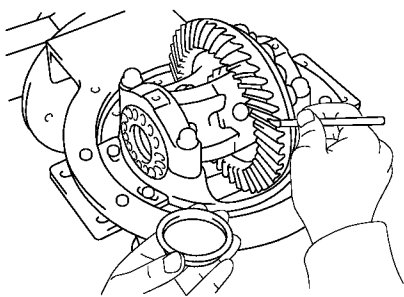

图 14-146 用红丹分别涂敷 3 或 4 个齿
1) 在齿圈的三个不同位置上用红丹分别涂敷 3 或 4 个齿, 如图 14-146 所示。然后用手紧紧地握住结合法兰, 以两个方向转动齿圈。